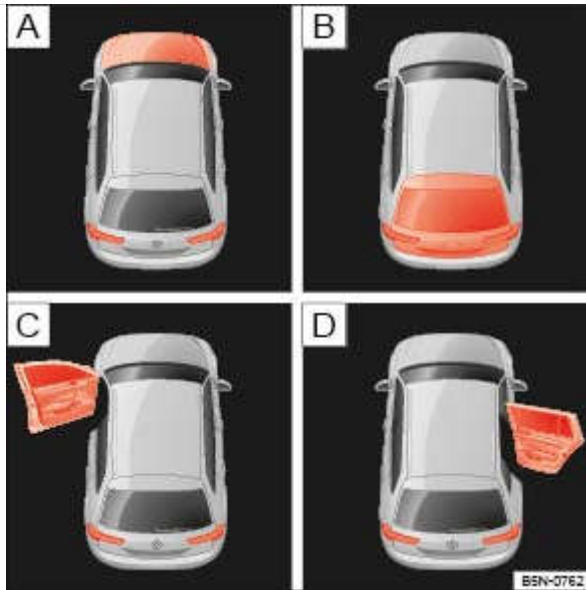

Fig. 17 Sur l'afficheur du combiné d'instruments : capot-moteur ouvert, capot arrière ouvert, porte avant gauche ouverte, porte arrière droite ouverte
Légende de la → Fig. 17
- Portes, capot-moteur et capot arrière ouverts → Fig. 17